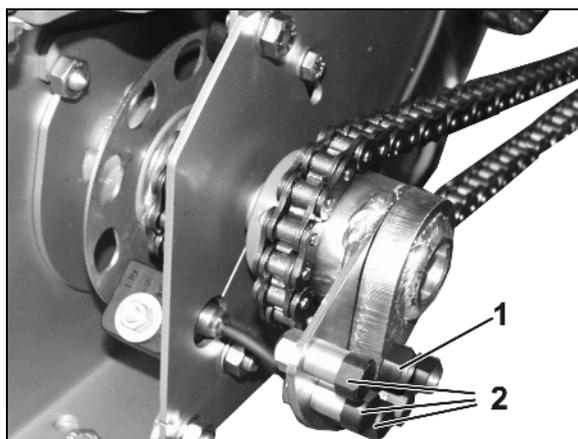

Fig. 128
Si le tambour de dosage vient à être bloqué par des corps étrangers présents dans le doseur, une vis en plastique (Fig. 128/1) se cisaille et l'entraînement est interrompu pour éviter tout dommage.
3. Extrayez la vis de rechange (Fig. 128/2) de son support.